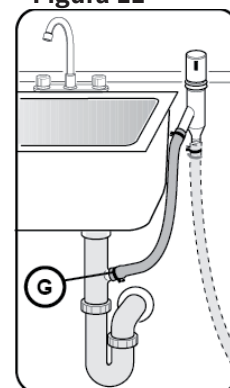

Figura 13
3. A la conexión de drenaje para lavadora de platos ubicada debajo del fregadero a través de un espacio de aire, como se muestra en la Figura 13.